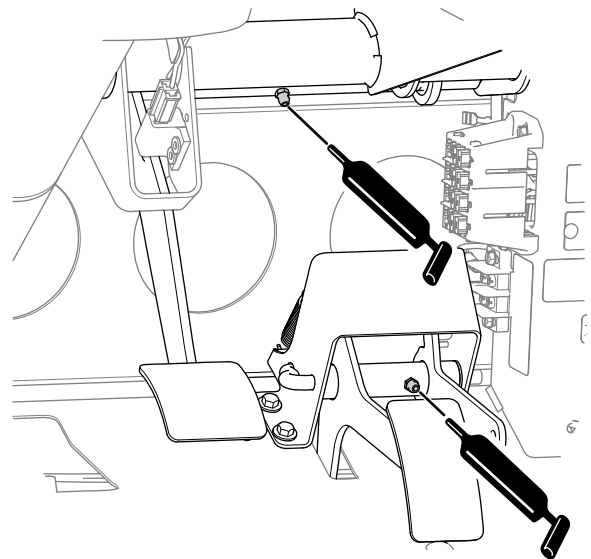

Bild 38
- **Bremse (1)**, siehe Bild 38
- **Gasbedienung (1)**, siehe Bild 38